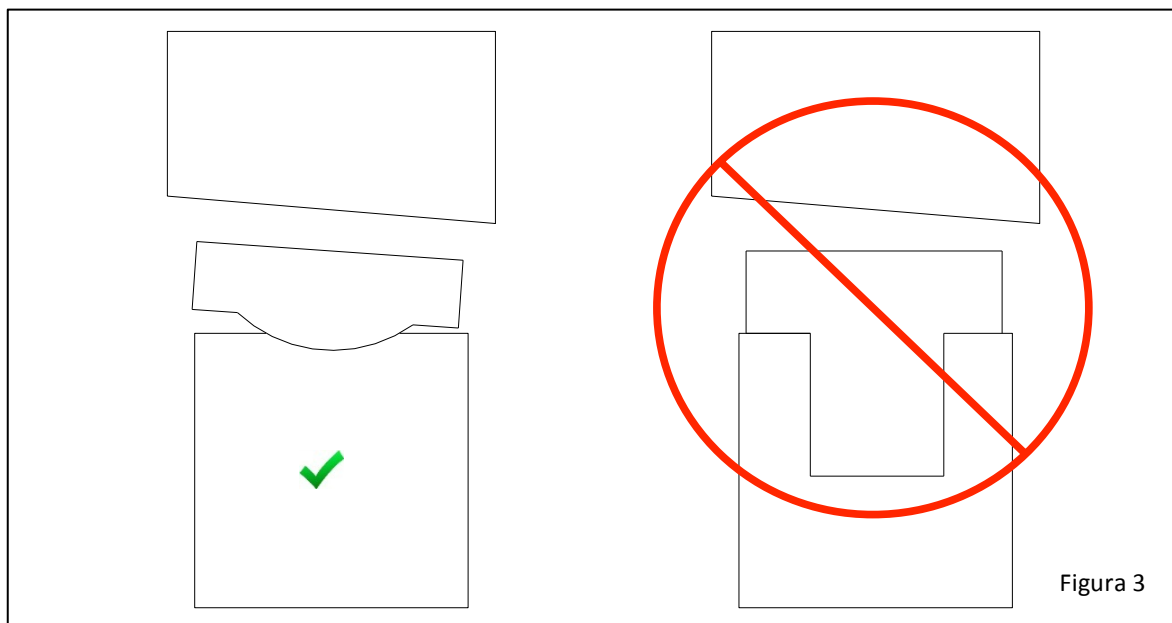

Figura 3
1. Uso de la silleta inclinable al realizar elevaciones. (Véase figura 3)